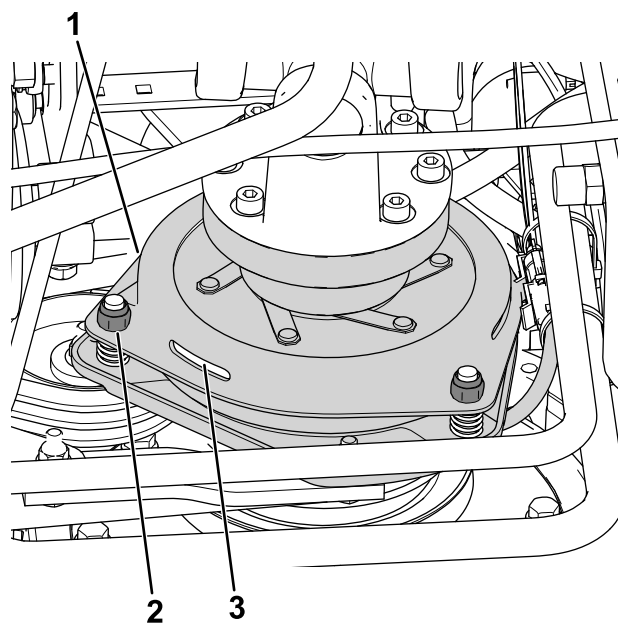

Рисунок 77
- Отрегулируйте зазор так, чтобы толщиномер на 0,3 мм мог проходить между накладкой муфты и фрикционной пластиной с легким усилием (Рисунок 77).
Примечание: Этот зазор можно уменьшить, поворачивая регулировочные гайки по часовой стрелке (Рисунок 77). Максимальный рабочий зазор составляет 0,6 мм. Отрегулируйте все 3 воздушных зазора так, чтобы они составляли 0,4 мм.